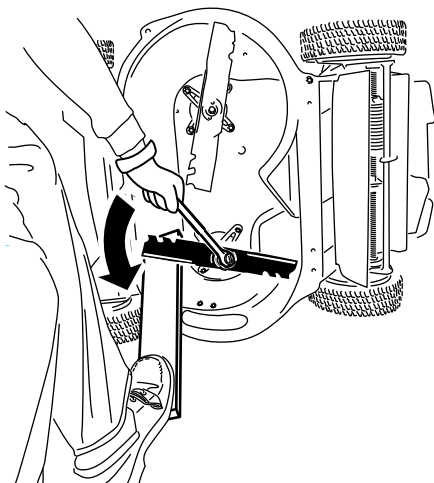

Figura 43
1. Utilice un bloque de madera para inmovilizar cada cuchilla y gire el perno de la cuchilla en el sentido contrario a las agujas del reloj, como se muestra en la Figura 43.